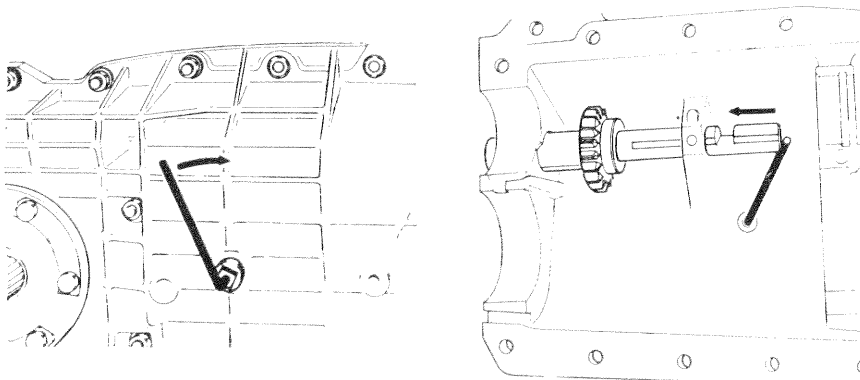

Fig. 78. — Déblocage de la boîte
- Tourner la branche rectiligne de l'outil vers l'avant de la boîte (fig. 78). La branche coudée vient prendre appui sur l'extrémité de l'axe du pignon de marche arrière.